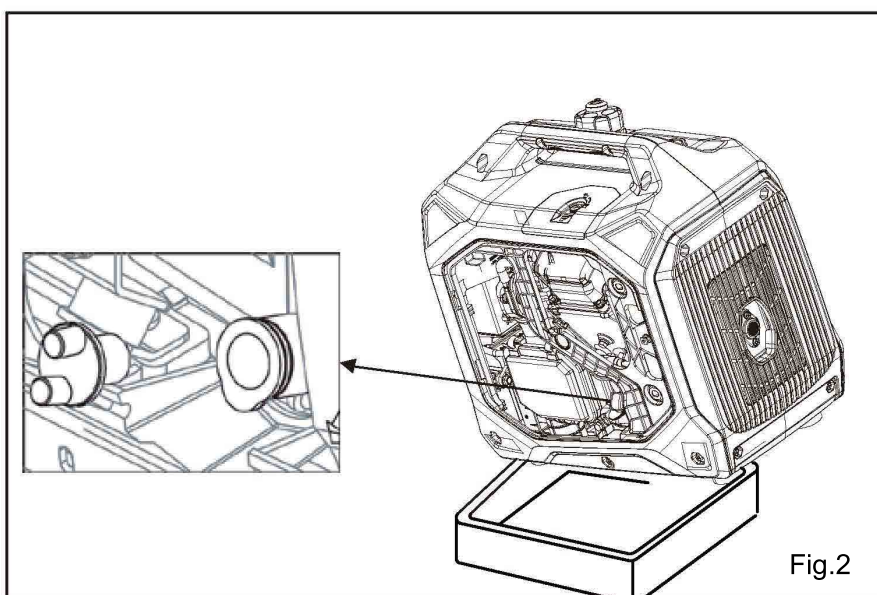

Fig.2
- Coloque una bandeja de aceite delante del tapón del llenador de aceite (Fig. 2). Retire el tapón y luego incline la máquina permitiendo que el aceite fluya hacia la bandeja. Con una toalla de papel o un trapo, limpie cualquier derrame de aceite. Deseche el aceite usado en una instalación de reciclaje de aceite.